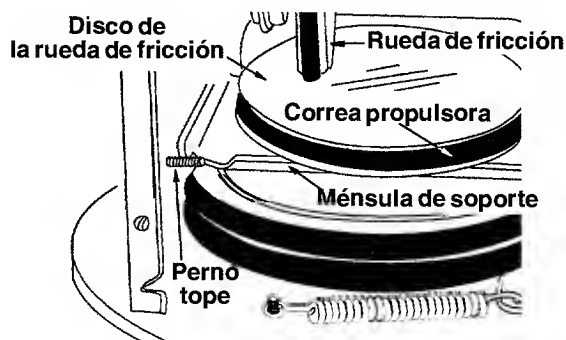

FIGURA 23
- Retroceda el perno tope hasta que la ménsula de soporte se apoye sobre la polea de la hélice. Vea la Figura 23.
- Deslice la correa entre la rueda de fricción y la placa del disco de fricción. Vea la figura 23. Vuelva a ensamblar siguiendo las instrucciones en orden inverso.
**NOTA:** La ménsula de soporte debe apoyarse sobre el perno tope después de haberse ensamblado la nueva correa. Vea la figura 23.